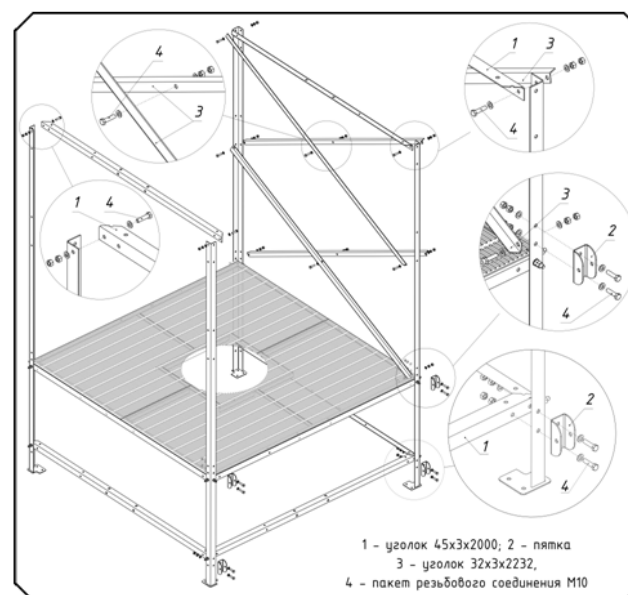

Рис. 3 Монтаж анкерной линии над головой пользователя
- 1) Деталь поз. 1 и детали поз. 2 при помощи поз. 4 пакета резьбового соединения M10 (болт M10х40, гайка M10 2 шт., шайба M10 2 шт.) соединить с вертикальными стойками внизу, как показано на рис. 3;
- 2) Детали поз. 2 присоединить к вертикальным стойкам на уровне настила при помощи поз. 4, как показано на рис. 3;